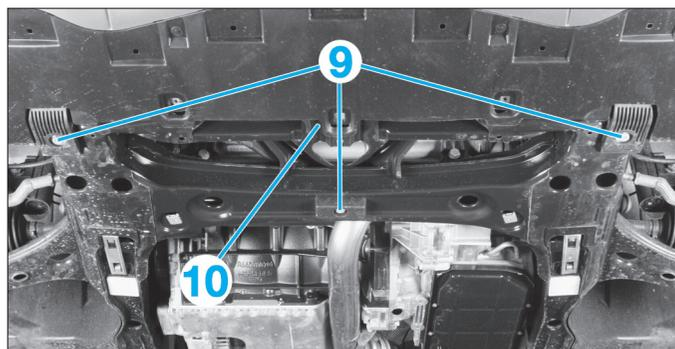

FIG. 44
- Déposer les vis (9) puis la traverse inférieure (10) (Fig.44).